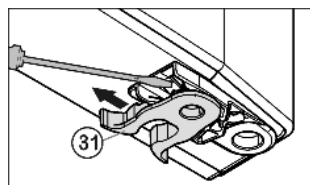

Fig. 7
- Premještanje opružne stezaljke Fig. 7 (31): Pritisnite osigurač prema dolje, prevucite opružnu stezaljku preko njega.